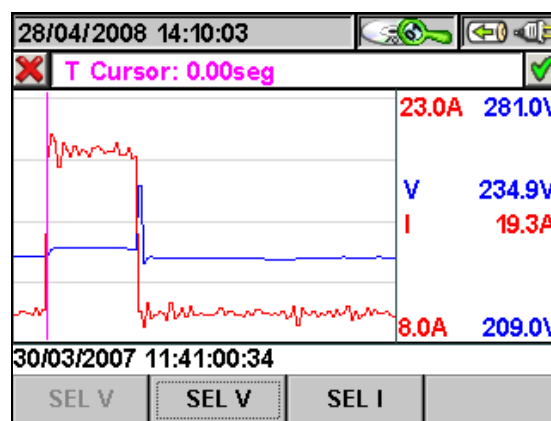

Fig. 99: Grafico Corrientes di Pico
- La tecla **F3** (o la función **GRAFICO** sobre el visualizador) accede a la página que muestra el gráfico de la Corriente de Pico seleccionada (Fig. 99)